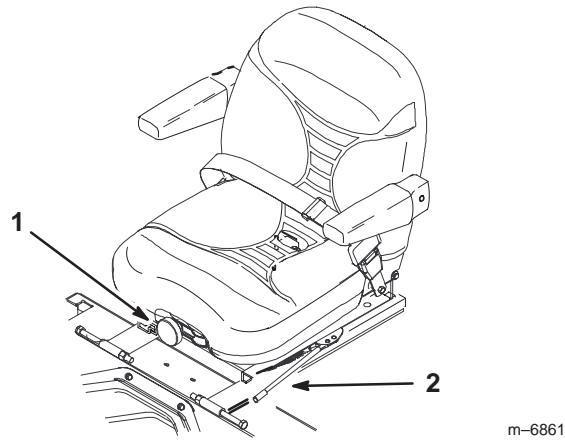

Figure 25
1. Poussez le levier de réglage sur le côté pour débloquer le siège (Fig. 25).
1. Pour ce faire, tournez le bouton avant dans un sens ou dans l'autre pour obtenir la position la plus confortable (Fig. 25).